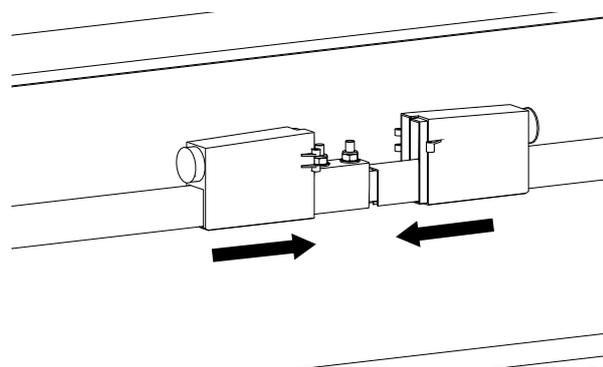
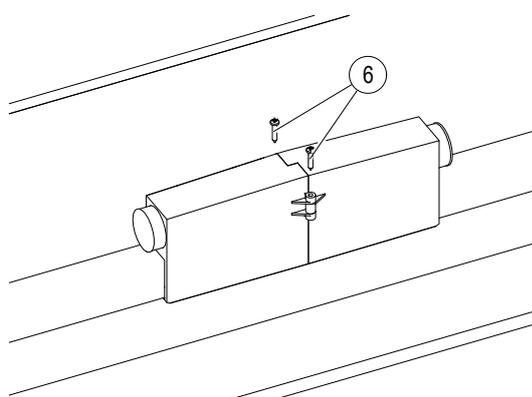

Fig. 76 : Pousser les moitiés de capuchon d'isolation de l'éclisse sur le point de connexion.
Fig. 77 : Visser les moitiés de capuchon d'isolation de l'éclisse.
→ Faire glisser les moitiés de capuchon d'isolation de l'éclisse sur le point de connexion (voir Fig. 76) et serrer les deux vis à tête bombée (pos. 6) (voir Fig. 77).